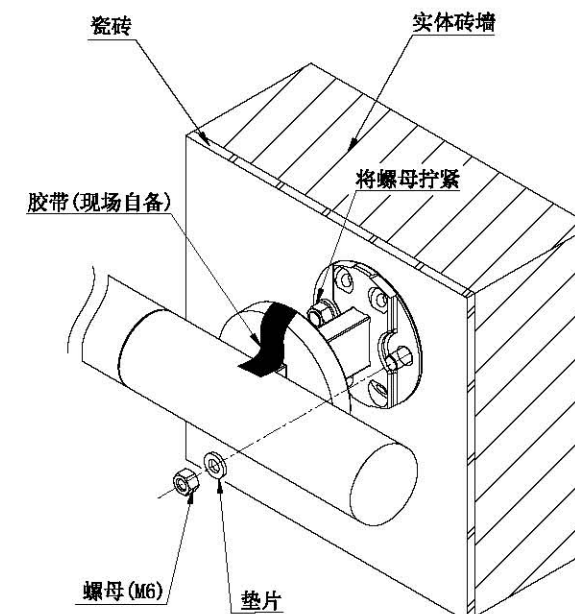
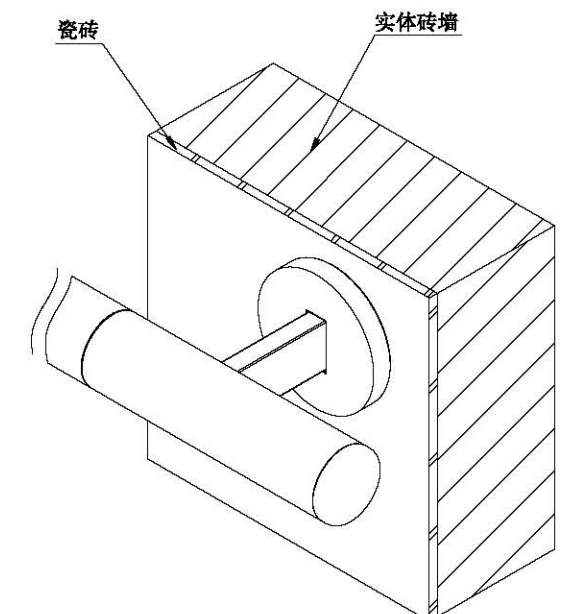

图6
图7
5. 用螺母和垫片将扶手固定在墙壁上(图6); 固定好扶手后, 将胶布撕掉, 把装饰盖压下盖住固定座(图7)。